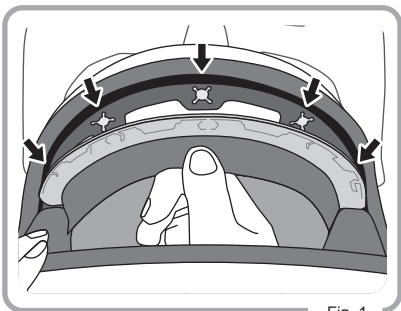

Fig. 1
1. Desabroche los broches de presión de la zona de la frente del casco tirando hacia abajo (Fig. 1).